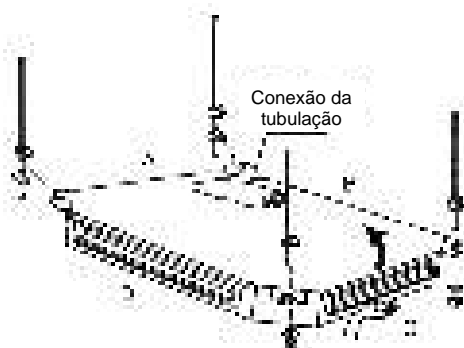

Fig. 1
3. Encaixe primeiro os suportes do lado "A" do produto (Fig.1), e em seguida o lado "C".